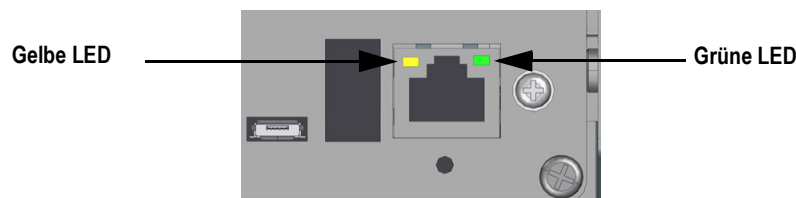

Abbildung 2-23. RJ45 Ethernet-Buchse – Version mit Gehäuse für den Schaltschrank
**Bei der RS-232-Schnittstelle müssen sich alle vier Schalter an SW3 in der Position OFF (Aus) befinden (siehe Abbildung 2-23 auf Seite 27).**